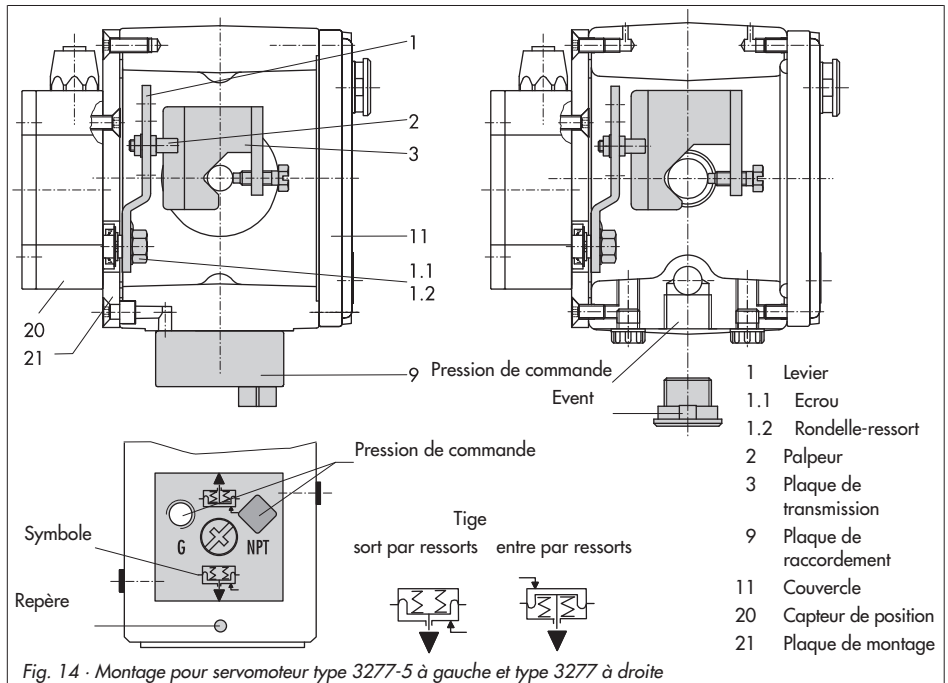

Fig. 14 · Montage pour servomoteur type 3277-5 à gauche et type 3277 à droite
La pression de commande du positionneur est transmise à la chambre du servomoteur par le raccord de la plaque de raccordement (9, Fig. 14 à gauche). Visser en premier lieu cette plaque sur l'arcade du servomoteur.
- Positionner la plaque de raccordement (9) de telle sorte que les symboles "Tige sort" ou "Tige entre" se trouvent en face du repère (Fig. 14, en bas).
- Vérifier la présence du joint plat dans le logement de la plaque de raccordement (9).